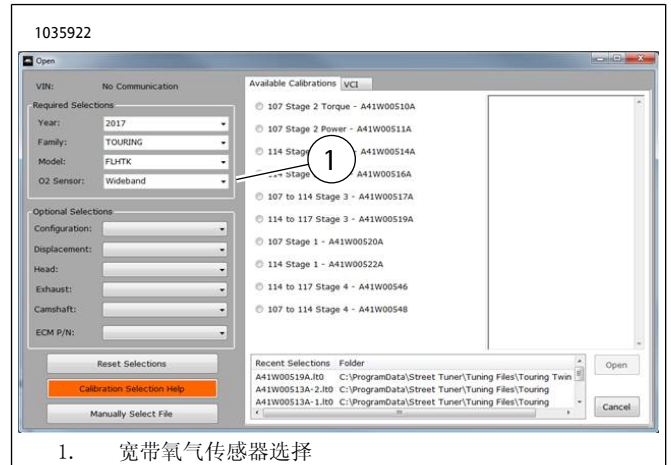

图51. 宽带氧气传感器选择
24. 参见图51。使用Screamin' Eagle Pro街道版调节器完成安装。安装此套件时下载新的ECM校准。选择要下载的Screamin'EagleProStreet调谐器校准时，从氧气传感器选项的下拉菜单选择宽带(1)。参阅Screamin'EaglePro目录或咨询哈雷戴维森经销商了解Screamin'EaglePro街道版调节器的详细信息。